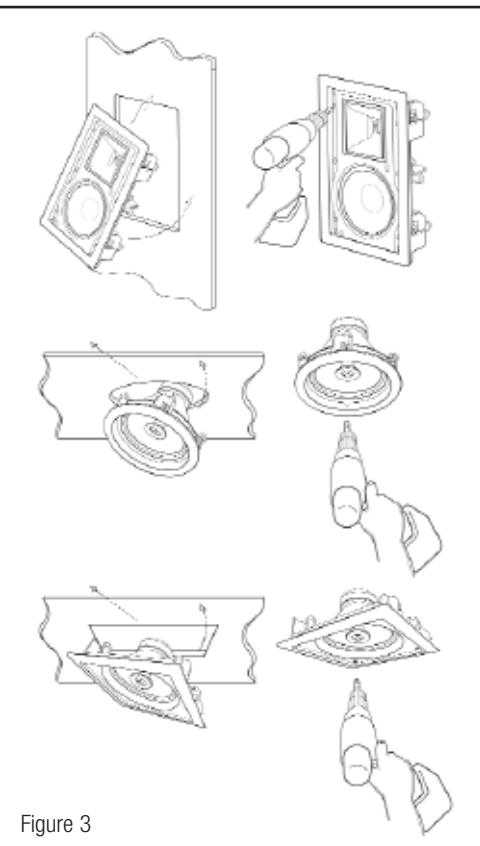

Figure 3
4. スピーカーの開口部で配品を閉口部に入れ、ボルトを締め（図3）を締めて取り付けください。フレームの「X」足は後回しく、盤とフレームとを先に「リンクドイング」にします。Klipschの新規設置用ブレケットは、純正取扱説明書を先立って使用すればこれを簡単にしてます。)